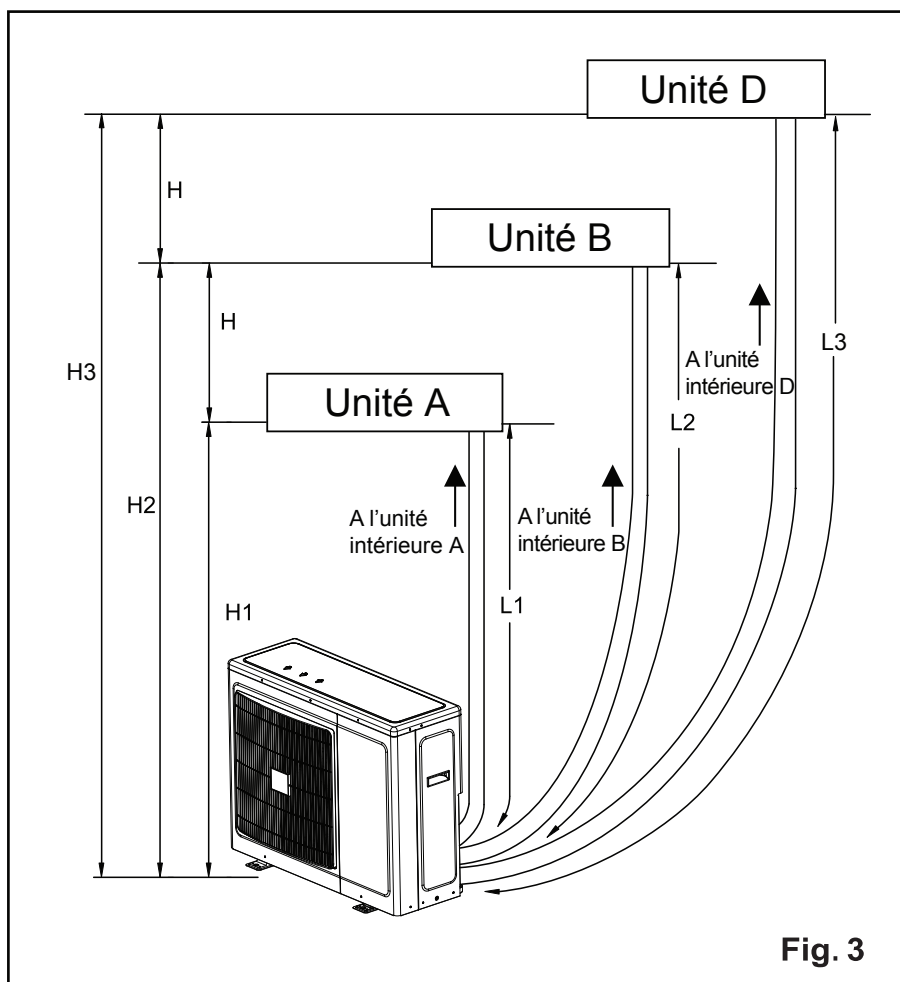

Figure 3 **NOTES:**
6. Référez-vous à la figure 3 pour les distances permises d'installation.